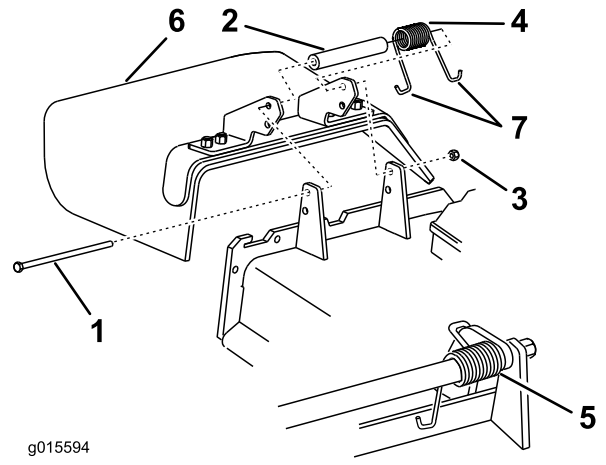

Figure 97
**Remarque:** Prenez soin de placer une extrémité en **J** du ressort derrière le bord du tablier avant de mettre le boulon en place, comme illustré à la Figure 97.
4. Remettez le boulon et l'écrou. Accrochez une extrémité en **J** du ressort au déflecteur d'herbe (Figure 97).
1. Retirez le contre-écrou, le boulon, le ressort et l'entretoise qui fixent le déflecteur aux supports de pivot (Figure 97).